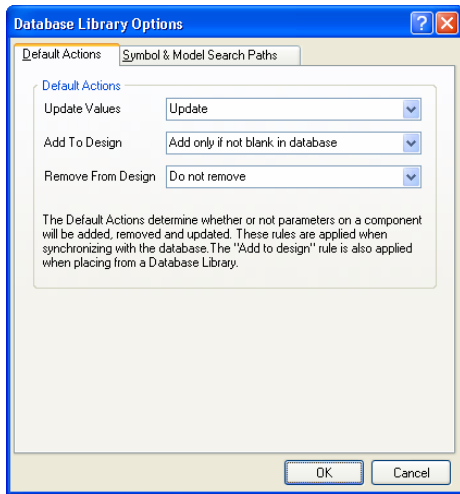

図 13. パラメータアップデートオプションのデフォルト設定
- Default に設定することで、*Database Library Options* ダイアログ(**Tools » Options**)の **Default Actions** タブ (図 13) で指定した、デフォルト定義のアップデートが実行されます。このダイアログは、メインウィンドウの **Field Settings** にある **Options** ボタンをクリックすることでもアクセスできます。